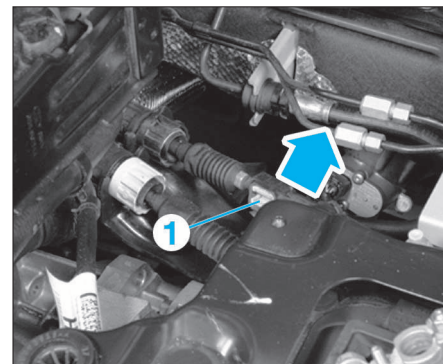

FIG. 13
- Déverrouiller le mécanisme de réglage (1) du câble de sélection (Fig.13).